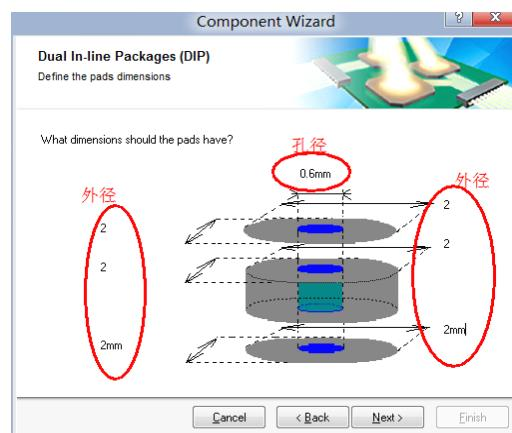

图 6-6.41 设置焊盘大小
**Step6：**在 Dual In-Line Packages (DIP) Define the pads dimensions 对话框中输入焊盘尺寸，在这里，我们将焊盘孔径设置为 0.6mm，外径为 2mm 的圆形焊盘。如图 6-6.41 所示。